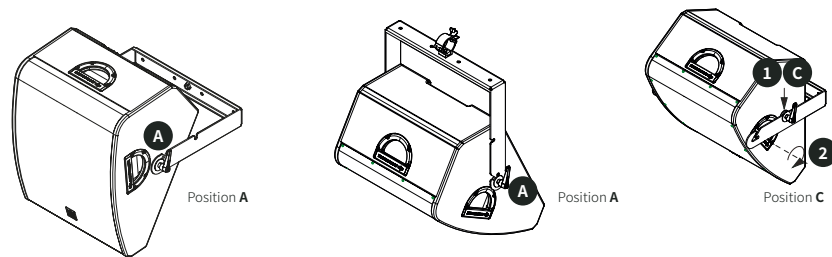

Abbildung 11. Unterschiedliche Ausrichtungswinkel für Wand- und Traversen-Montage.
11. Sofern Sie den SMX 12A sehr nah an der Wand und nach unten ausgerichtet montieren möchten, wählen Sie den Schlitz an Position **C** der U-Halterung. Siehe Abbildung 11.